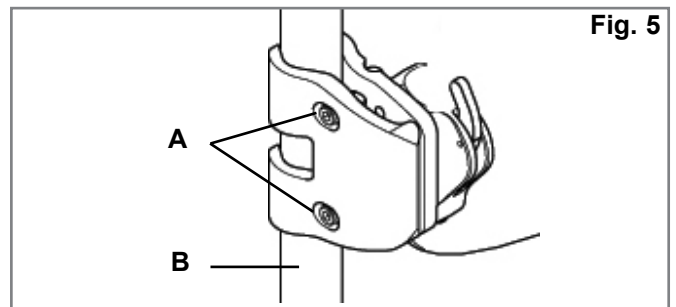

Fig. 5
3. Fest brakettene. (Fig. 5)
- a. skru opp klemmeskruene (A) med den medfølgende 4 mm sekskantnøkkelen. OPMERKING– På rør med stor diameter, kan det være nødvendig å ta klemmeskruene helt av.
- b. Fest og juster brakettene på rullestolens ryggør (B).
- c. Stram klemmeskruene (A) for hånd. OPMERKING - Det kan være nødvendig å justere brakettene sideveis for best mulig tilpassing.